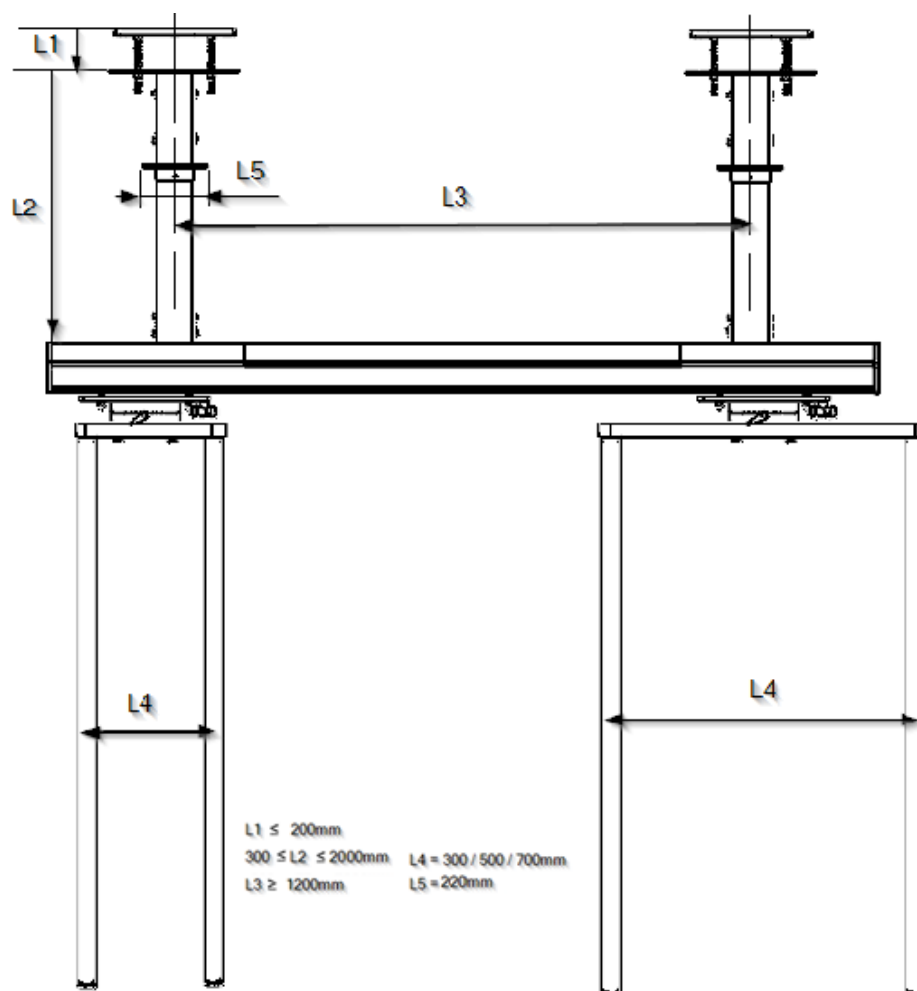

Fig.8 Diagramme de TOR suspendu avec deux supports d'éléments
- Pour augmenter la force de freinage sur l'axe de rotation, tournez le levier du frein de rotation dans le sens des aiguilles d'une montre, comme indiqué dans la figure 8.
- Pour réduire la force de freinage sur l'arbre rotatif, tournez le levier du frein de rotation dans le sens inverse des aiguilles d'une montre, dans la direction opposée à celle indiquée dans la figure 8.
- Pour augmenter la force de freinage sur l'arbre d'entraînement, tournez le levier du frein de rotation dans le sens des aiguilles d'une montre, comme indiqué dans la figure 8.
- Pour réduire la force de freinage sur l'arbre d'entraînement, tournez le levier du frein de rotation dans le sens inverse des aiguilles d'une montre, dans la direction opposée à celle indiquée dans la figure 8.